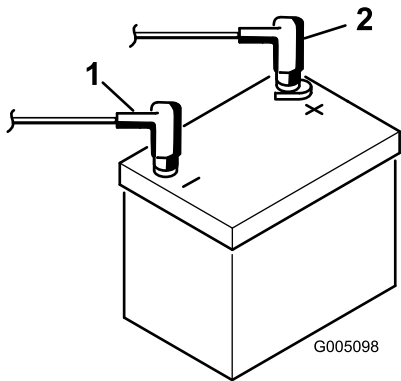

Bild 6
3. Befestigen Sie den Sitz, das Sitzseitenteil und die Sitzführungen mit den Sicherungsmuttern (5/16 Zoll) (Bild 6), die den losen Teilen beiliegen, an der Sitzstütze. Montieren Sie das Sitzseitenteil an der
2. Schließen Sie das Pluskabel der Batterie (rot) vom Startermagnet an den positiven Pol (+) der Batterie an (Bild 6). Ziehen Sie es mit einem Schraubenschlüssel an und überziehen Sie die Klemmen/Pole mit Vaseline. Achten Sie darauf, dass das Kabel nicht mit dem Sitz in Berührung kommt, wenn der Sitz ganz nach hinten gestellt ist, da das Kabel ansonsten abgenutzt oder beschädigt werden kann.